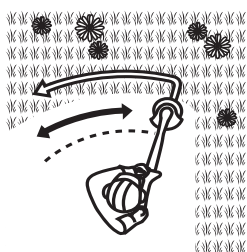

Fig. 10
- > Lleve a cabo la tarea siguiendo una cadencia adecuada. Adopte una postura firme, con sus pies separados. Desplace la herramienta por la hierba de derecha a izquierda a fin de que los recortes queden depositados a un lado de la zona donde se ha cortado la hierba (Fig. 10).